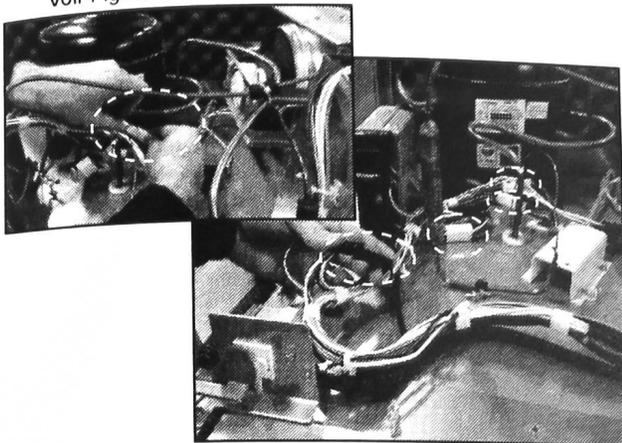

FIGURE 21
22. Brancher tous les connecteurs en commençant par les cinq débranchés à l'étape 6 à proximité du compresseur. Voir Figure 21.